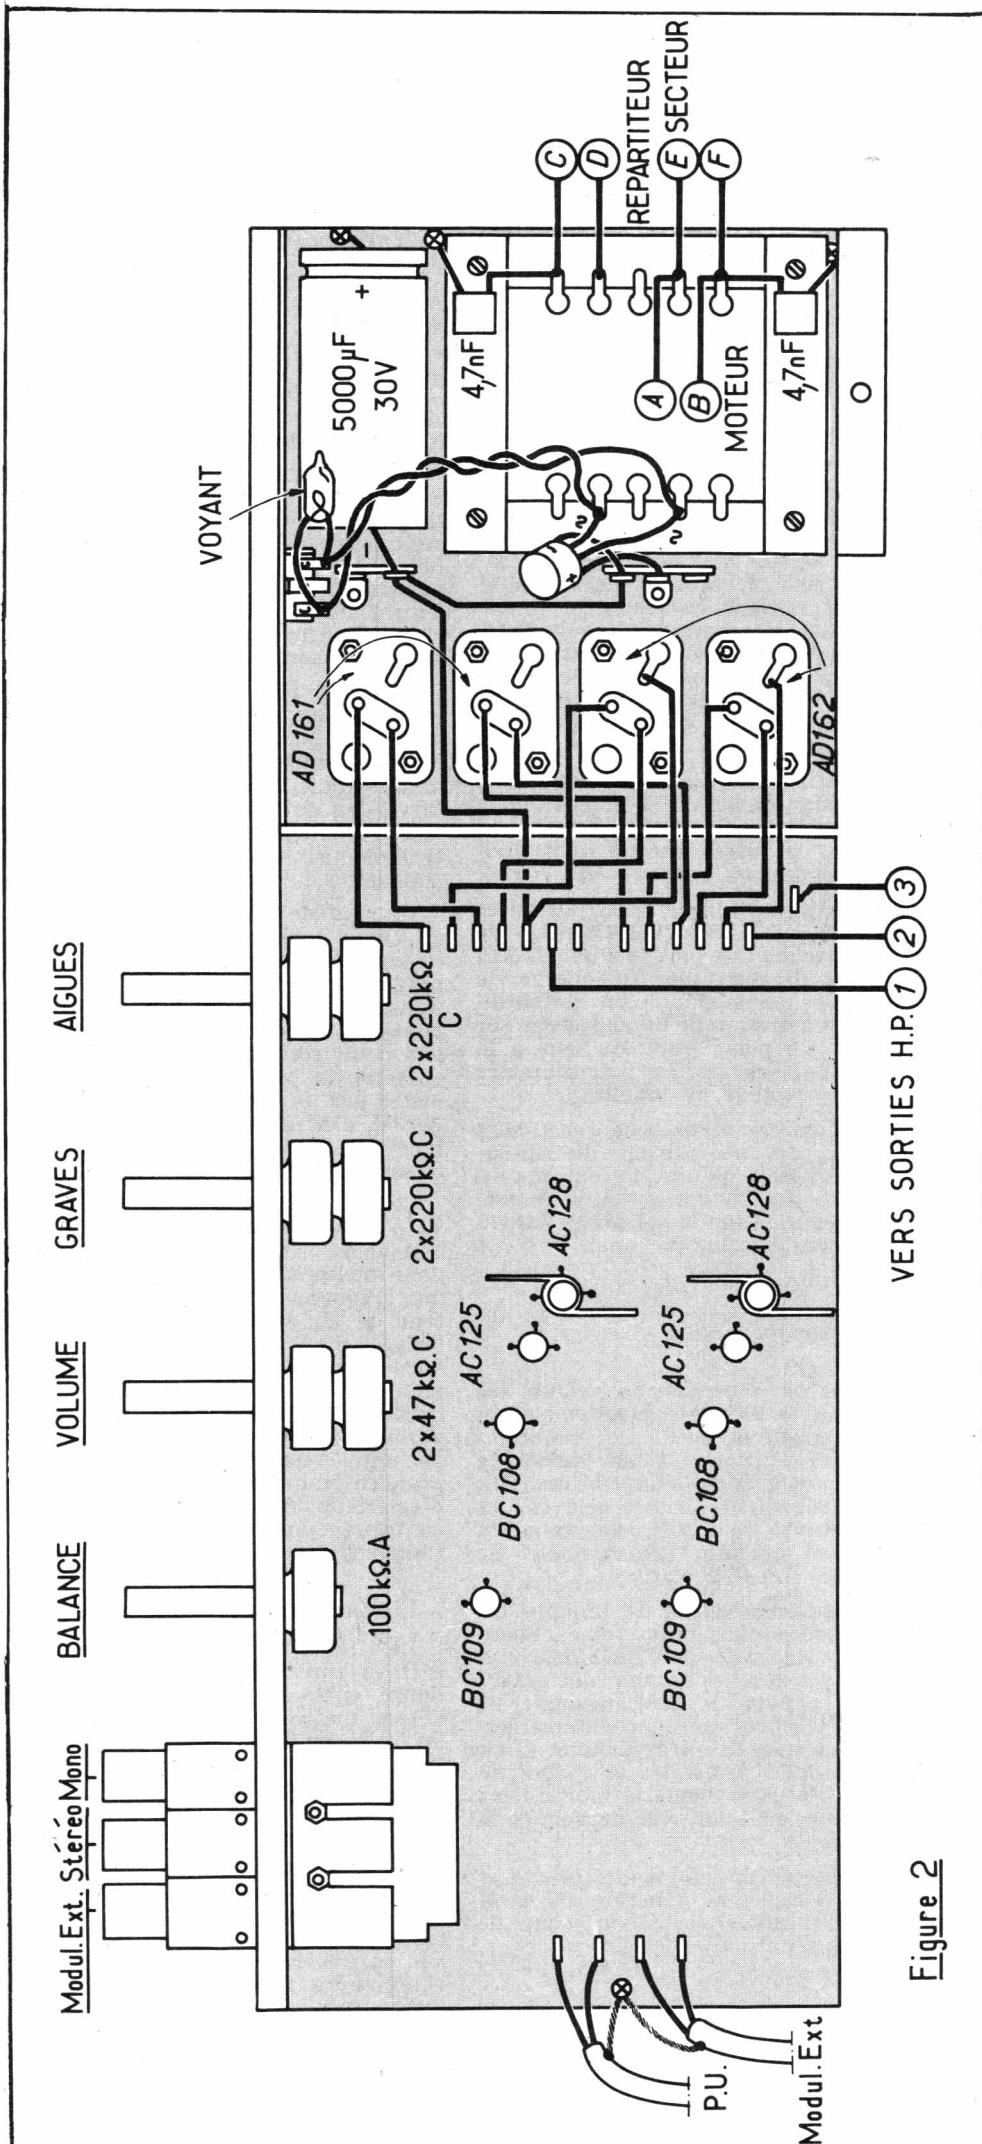

Figure 2
- le châssis alimentation (voir plan figure 2), comprenant le transformateur, la diode, le condensateur de 5 000 μF. Ce châssis supporte le radiateur en alu, épais refroidissant les transistors de puissance.
Ce dernier point est relié à la base du transistor extérieur (voir figure 2) du type NPN monté en émetteur commun, suivi du haut-parleur.